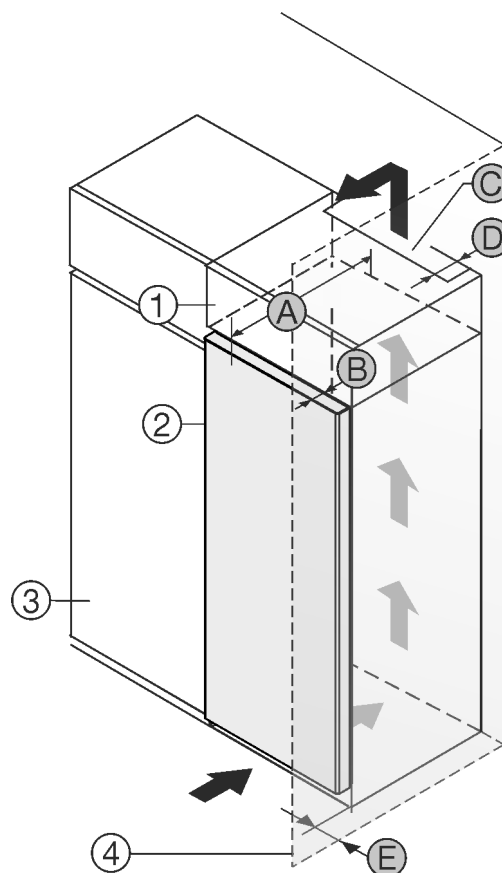

Fig. 1
Állítsa a készüléket közvetlenül a konyhaszekrény Fig. 1 (3) mellé.
A rátétszekrény hátoldalán egy megadott mélységű Fig. 1 (D) szellőzőknak kell kialakítani a rátétszekrény teljes szélességében.
A mennyezet alatt be kell tartani a szellőző keresztmetszetet Fig. 1 (C).
Ha a készüléket a zsanérjaival a fal Fig. 1 (4) mellé állítja fel, akkor legalább 13 mm távolságot kell tartani a faltól.
Ha a készüléket a zsanérjaival a fal Fig. 1 (4) mellé állítja fel, akkor legalább 20 mm távolságot kell tartani a faltól.
Ahhoz, hogy az ajtókat teljesen ki lehessen nyitni, a készüléknek az ajtó mélységének Fig. 1 (B) megfelelő mértékben túl kell lógnia a konyhaszekrény frontján. A konyhaszekrények Fig. 1 (3) mélységétől és a fali távtartók használatától függően a készülék nagyobb mértékben is túllóghat előre felé.